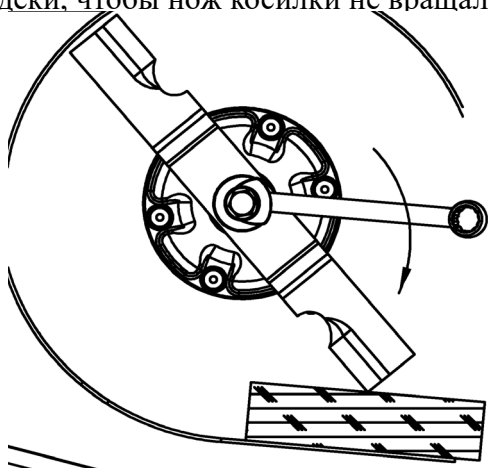

Рис. 14
6.12.2 Если на оси шпинделя нет лысок, чтобы можно было зафиксировать шпиндель ключом, вставьте деревянный брусок (см. Рис. 14) между ножом и корпусом деки, чтобы нож косилки не вращался.